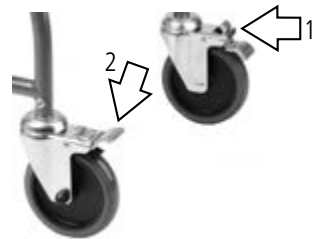

Abb.6
1. Betätigen Sie die Totalfeststeller durch einen Tritt auf die Feststellwippe (1, Abb. 6).
2. Zum Lösen der Totalfeststeller treten Sie auf den kleinen Wippebel (2, Abb. 6).